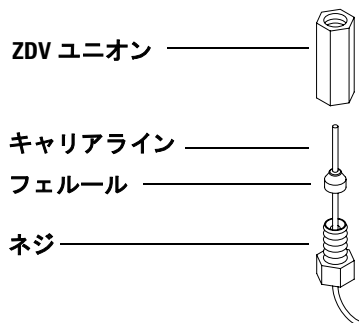

図 17 ZDV ユニオンのキャリアラインへの装着
- 5 図 17 のように、注入口に装着した短いキャリアラインをゼロデッドボリューム（ZDV）ユニオンに取り付けます。